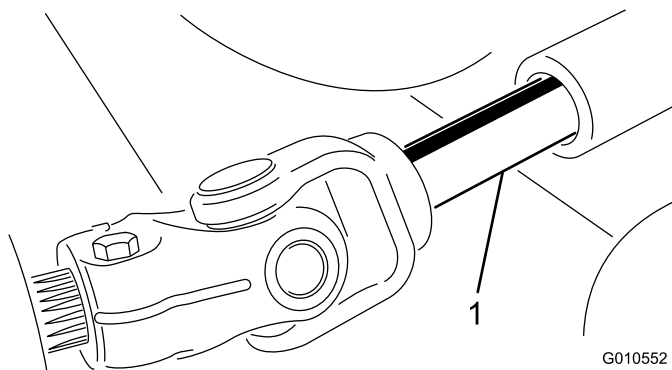

Figura 25
3. Aleje la unidad de corte de la unidad de tracción, separando las secciones macho y hembra del árbol de la TDF (Figura 25).
3. Introduzca el árbol macho de la TDF en el árbol hembra de la TDF (Figura 25).